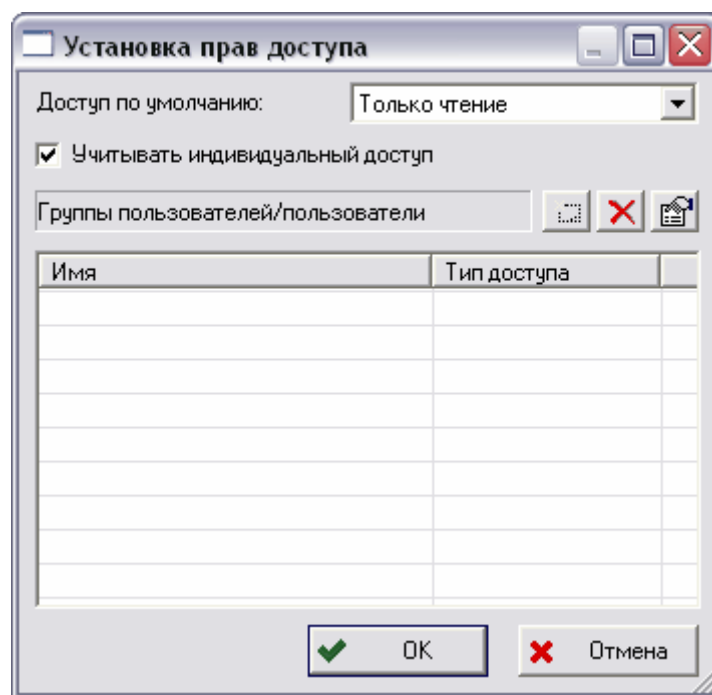

Рис. 17
Выбор из контекстного меню папки команды **Доступ - Назначить доступ** вызывает появление диалогового окна **Установка прав доступа** (Рис. 17).
1. В окне **Установка прав доступа** нажмите на кнопку  (Рис. 17).